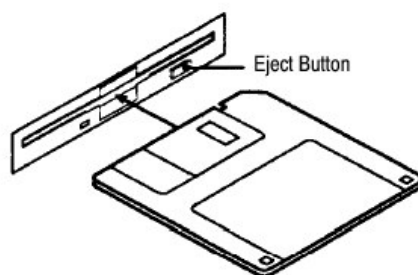

图 3-3 插入软盘
2. 将标签侧面向上的软盘插入 (见图 3-3)，稳固地推进，直到卡进相应的位置。